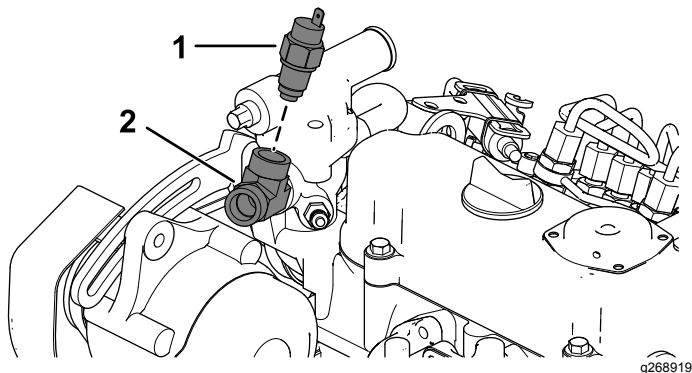

Figure 15
- B. Posez un raccord en T (Figure 15).
C. Installez le thermocontact (Figure 15).